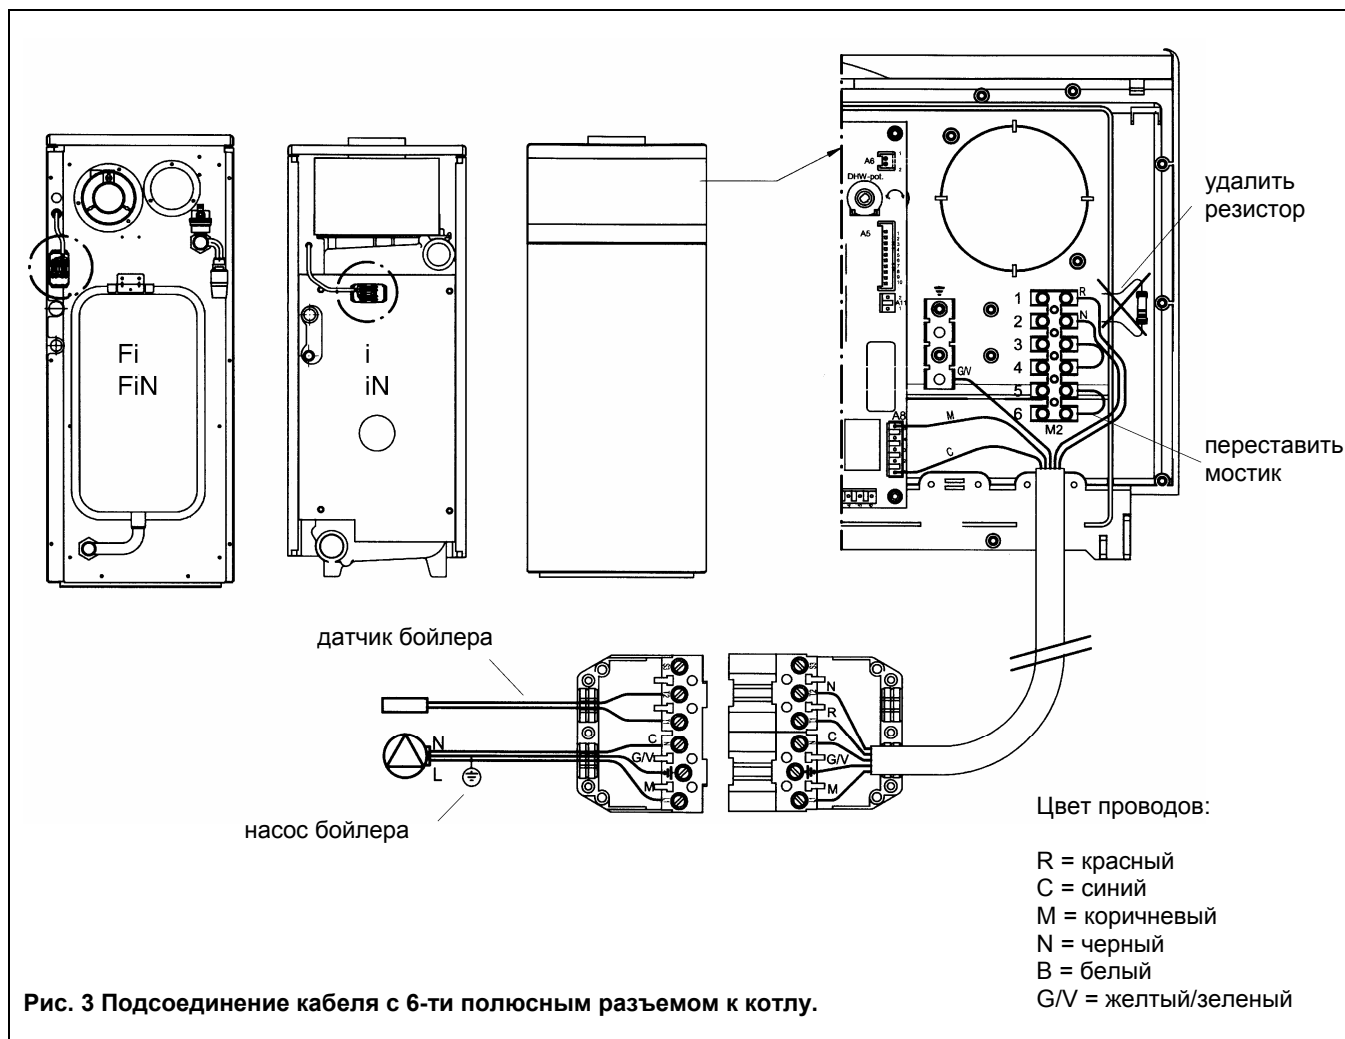

Рис. 3 Подсоединение кабеля с 6-ти полюсным разъемом к котлу.
- Подсоедините 5-ти полюсный кабель (входит в комплект поставки бойлера) к разъему A8 электронной платы котла и к клеммам 1 и 2 клеммной колодки M2 (провод черно-красный), затем удалить резистор. По окончании подсоединить кабель заземления (см. рис.3).
- Провести кабель через специальные кабеледержатели и зафиксировать 6-ти полюсный разъем с обратной стороны котла с помощью винтов, входящих в комплект поставки, затем снять крышки с разъема (рис.3).